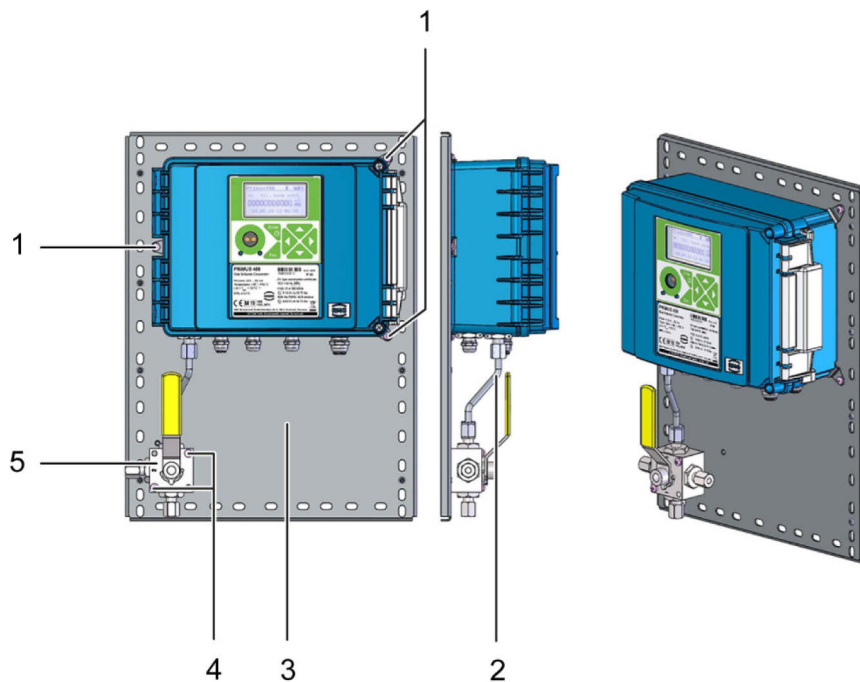

Abb. 6: Montage von Prilog 400 auf einer Befestigungsplatte
1. Vor Anbringung des Gerätes auf der Befestigungsplatte (Abb. 6, Pos. 3) die Halterungen (Abb. 5, Pos. 2) mit den mitgelieferten, selbstschneidenden Kunststoffschrauben 3,5x12 (Abb. 5, Pos. 3) am Geräteboden (Abb. 5, Pos. 1) montieren.
2. Das Gerät an den Halterungen mit 3 Schrauben M4x10 nach ISO 7045 (Abb. 6, Pos. 1) auf der Befestigungsplatte (Abb. 6, Pos. 3) montieren. Die erforderlichen M4-Nietmuttern sind in der Befestigungsplatte vormontiert.
3. Eine Druckleitung (Abb. 6, Pos. 2) mit 6-mm-Anschluss am Drucksensor im Gehäuseboden anbringen, um einen 3-Wege-Kugelhahn anzuschließen. Zum Anschluss der Druckleitung einen Schneidring mit Mutter M12x1,5 ERMETO verwenden.
4. Einen Dreiwegehahn (Abb. 6, Pos. 5) mit 2 Schrauben M4x40 ISO 7045 (Abb. 6, Pos. 4) auf der Befestigungsplatte montieren. Vor der Installation kontrollieren, dass die Stifte und die Position des Dreiwegehahns korrekt ausgerichtet sind. Das freie Ende der Anschlussleitung mit dem Auslass des 3-Wege-Hahns verbinden (nähere Einzelheiten finden sich in Abschnitt 5.4.3).